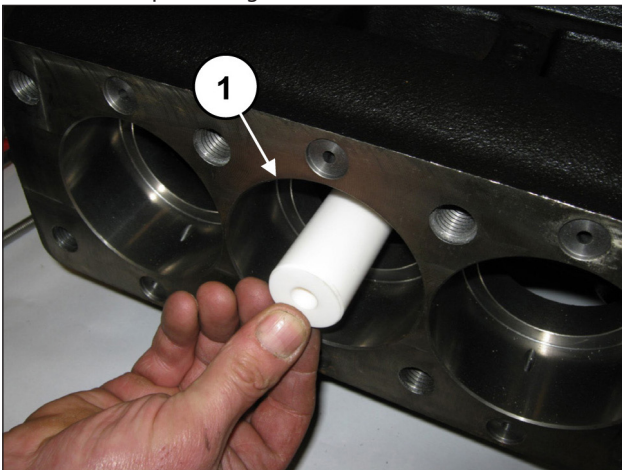
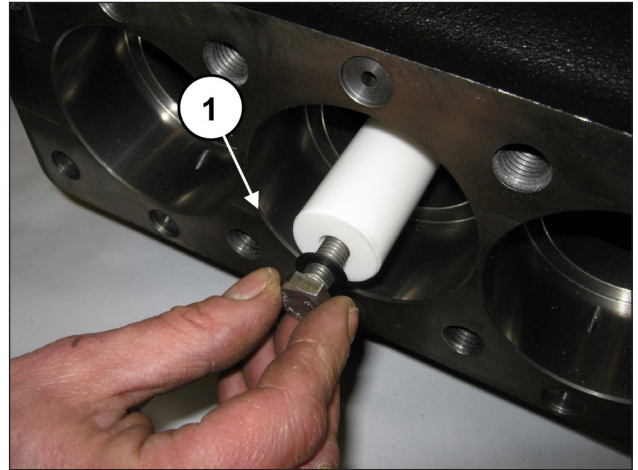

Fig. 182
Fig. 183
Monte os pistões nas respectivas guias (pos. ①, Fig. 182) e fixe-as, conforme a pos. ①, Fig. 183.